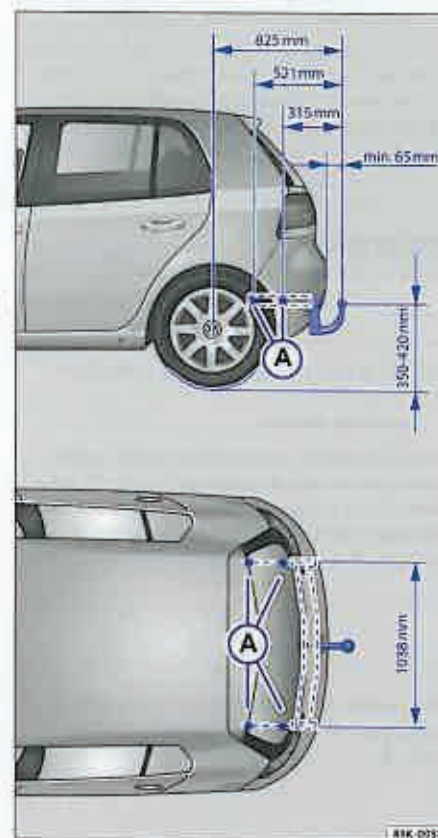

Fig. 47 Imagine de referință: Puncte de fixare a dispozitivului de remorcă.
Punctele de fixare ⇒ fig. 47 ⓐ ale dispozitivului de remorcă se află în partea inferioară a autovehiculului.
- Datele din imagine ⇒ fig. 47 indică măsurile și punctele de fixare care trebuie respectate la montarea unui dispozitiv de remorcă.